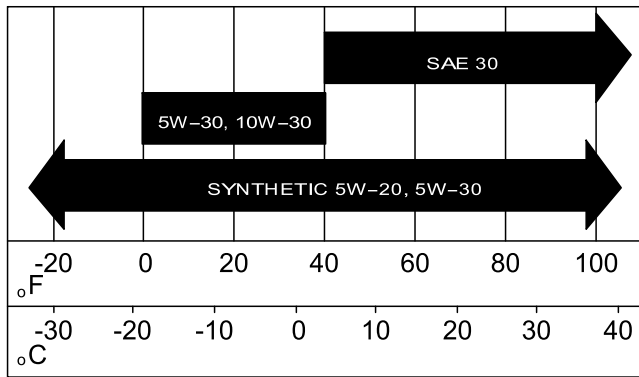

Figure 38
5. Remplissez le carter de l'huile spécifiée (Figure 38).